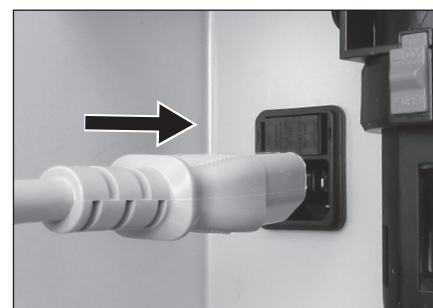

Fig. 10
- 2) Introduza a ficha do cabo de forma a encaixar na tomada existente na parte posterior da unidade (Fig. 10).